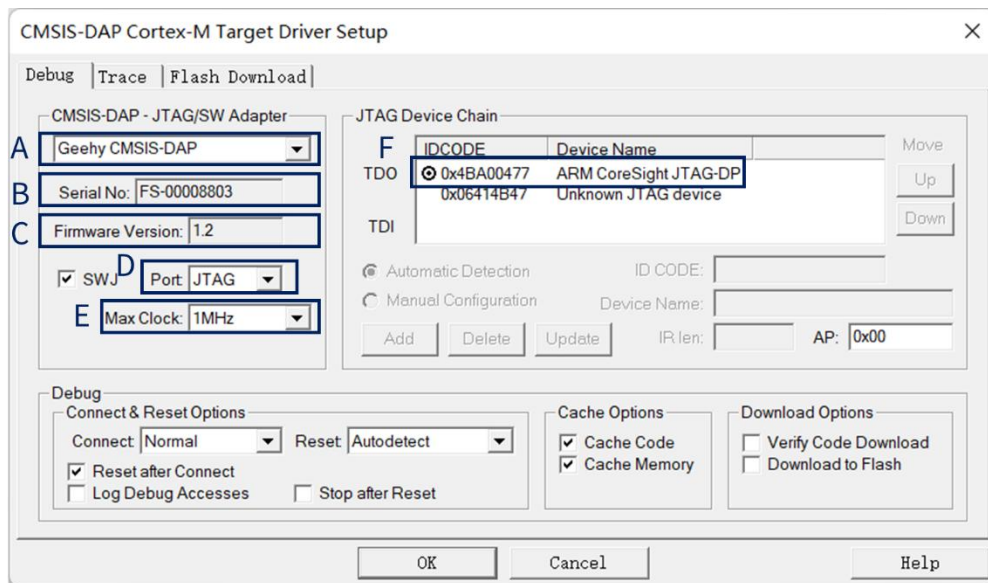

图 5
b) 点击“Settings”按钮进入设置界面，选择 SWD 或者 JTAG 模式以及频率，如图 5、6：